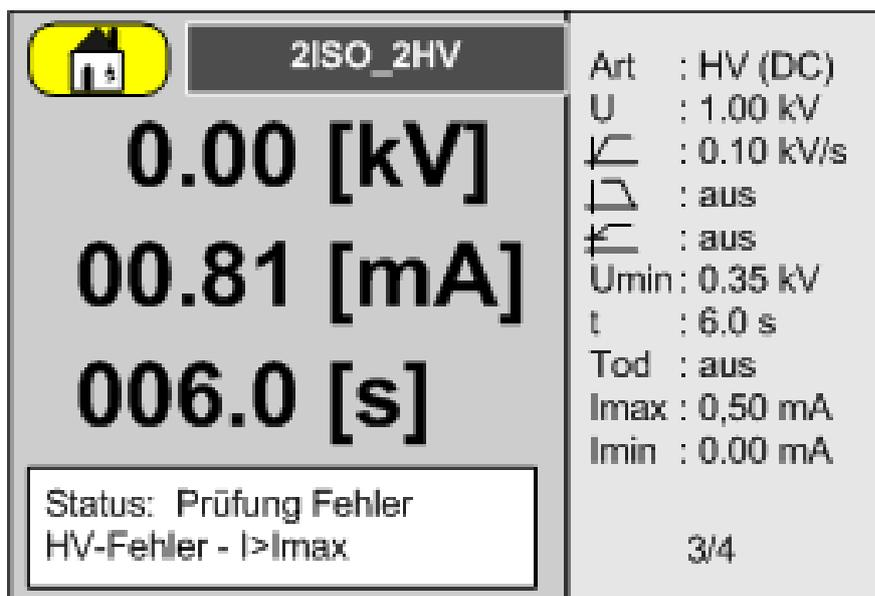

Abb. 10.30: Auto Prüfung - Prüfbildschirm - Prüfergebnis Fehler
**Nein** - Die Prüfung wird abgebrochen und als fehlerhaft bewertet (siehe Abb. 10.30).